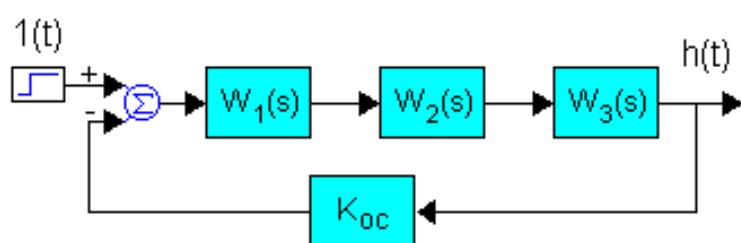

Рис. 1. Модель САР в виде замкнутого контура, содержащего три апериодических звена и пропорциональное звено в обратной связи
2.1. Оценить устойчивость и качество системы автоматического регулирования (САР), модель которой содержит контур, состоящий из трех апериодических звеньев рис.1:
3.1. Составить схему рис. 1 в среде VisSim.
3.1.2. Соединить все блоки в соответствии с рис.1. Установить значения параметров блоков.
3.3. Построить области устойчивости системы рис. 1. по коэффициенту усиления контура  $k = k_1 k_2 k_3$ .